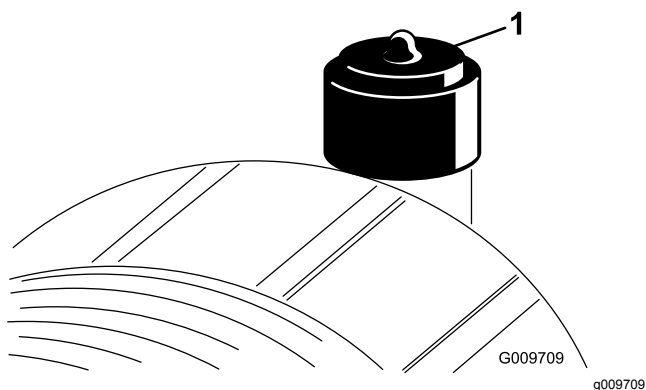

Рисунок 72
Фильтр воздухоочистителя следует обслуживать только при соответствующих показаниях индикатора необходимости технического обслуживания (Рисунок 72). Замена воздушного фильтра без необходимости только увеличивает вероятность попадания грязи в двигатель при извлечении фильтра.
9. Сбросьте индикатор (Рисунок 72), если он стал красным.